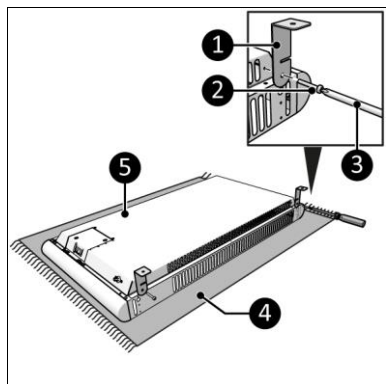

Abbildung 10
7. Legen Sie das Gerät auf eine stabile weiche Oberfläche (Abbildung 10, Pos. 4).
8. Schrauben Sie zwei Halterungen (Abbildung 10, Pos. 1) auf beiden Seiten des Hauptkörpers (Abbildung 10, Pos. 5) mit einer kleinen Schraube (Abbildung 10, Pos. 2) mit einem Phillips Kreuzschlitzschraubendreher (Abbildung 10, Pos. 3) fest.